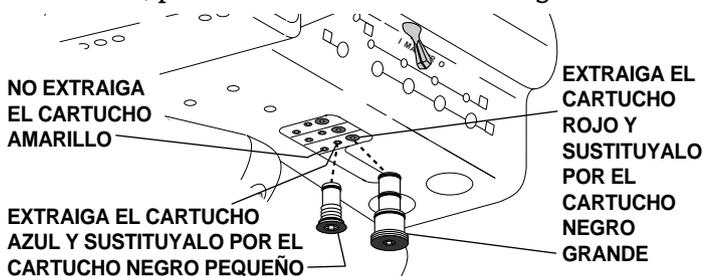

Figura 9. Conversión del bloque de secado de las piezas de mano
3. Utilice una llave hexagonal de 3/32 pulgadas para retirar el cartucho rojo grande del bloque de control. Instale el cartucho negro grande del equipo de conversión del bloque de secado en el bloque de control (véase figura 9).